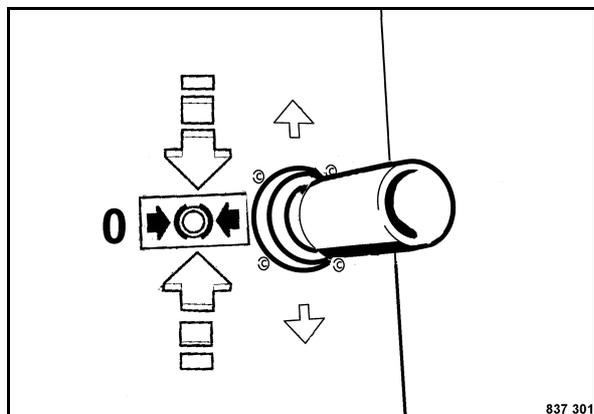

Fig. 77
- Porre la leva di marcia (Fig. 77) su "0".